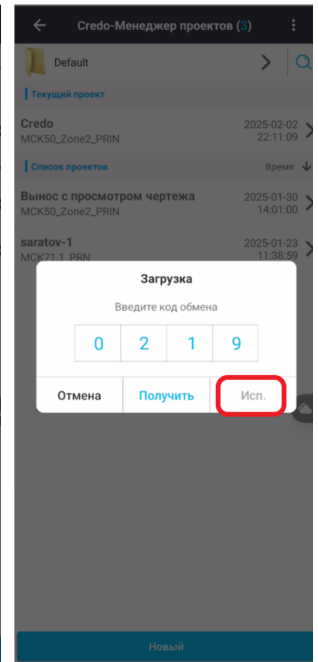

Рисунок 2.2.15
- Нажмите **Получить** (Рисунок 2.2.15).